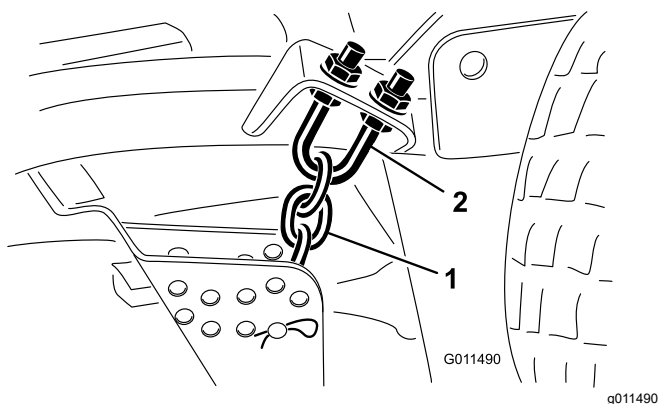

Figura 83
1. Allentate i controdadi sulla parte superiore o inferiore del bullone a U della catena dell'altezza di taglio (Figura 83).